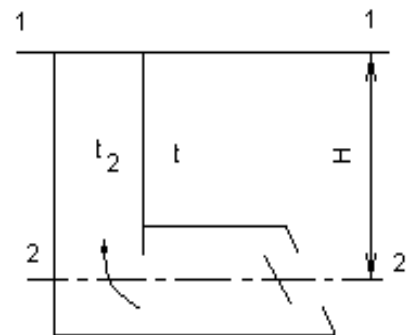

Рисунок 4.11
4.2.12 Визначити тягу ΔP (різницю тисків) в топці котла і перед топковою дверкою, якщо висота котла і димової труби H . Димові гази мають температуру t_2 . Температура зовнішнього повітря t (рис. 4.11).